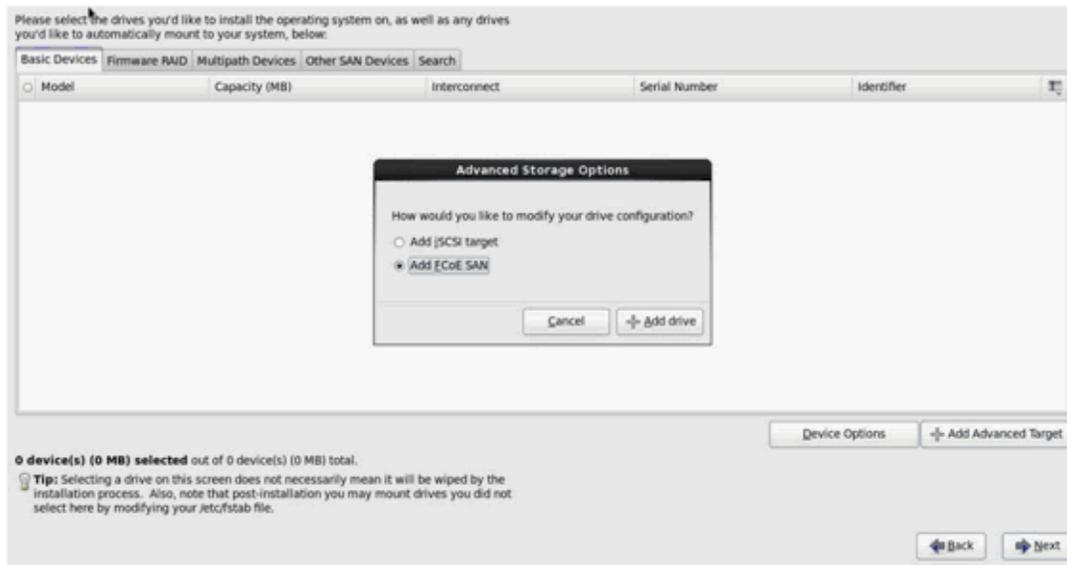

Ilustración 14-26. Cómo agregar unidad FCoE SAN
6. Seleccione **Add FCoE SAN** (Agregar FCoE SAN) y, a continuación, haga clic en **Add drive** (Agregar unidad) (Ilustración 14-26).